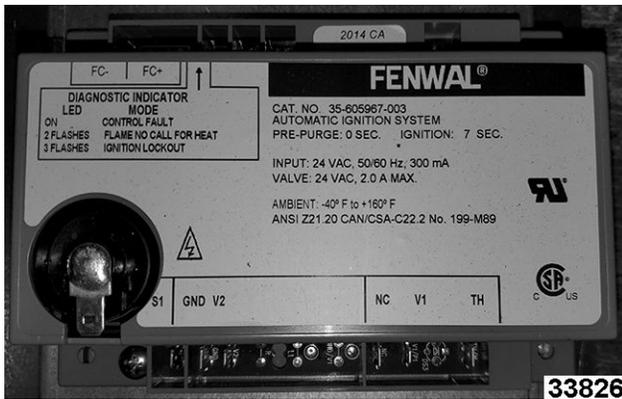

Fig. 8
**2ND GENERATION IGNITION MODULE SHOWN IN Fig. 8**